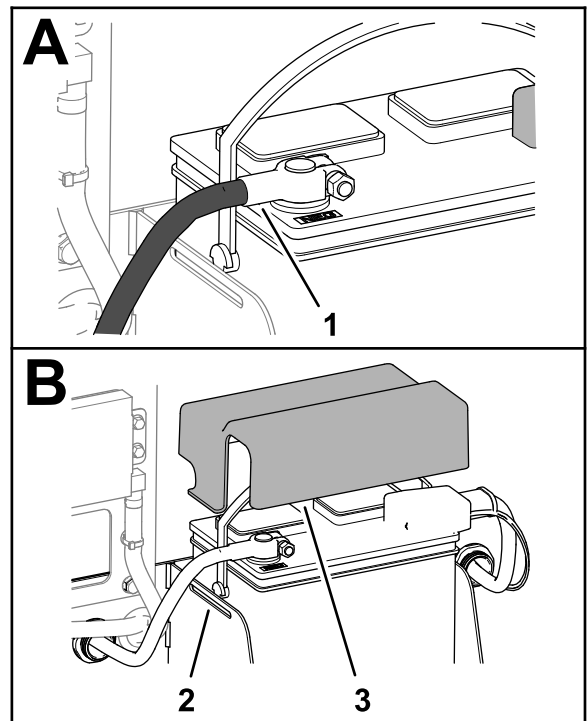

Bild 20
4. Bringen Sie die Batterieabdeckung über der Batterie an, indem Sie die Laschen der Batterieabdeckung an den Schlitten im Batteriefach ausrichten (Bild 20).
2. Befestigen Sie das Minuskabel am Minuspol der Batterie, und ziehen Sie die T-Schraube und die Mutter der Klemme fest (Bild 20).